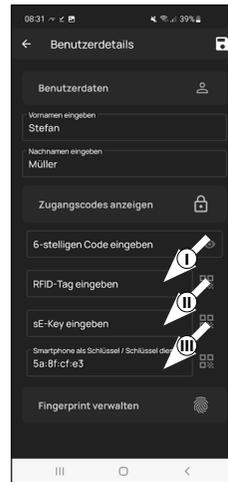

Fig. 4
- 6 À ce stade, vous pouvez enregistrer une télécommande *ENTRY se-Key 7713* (disponible en option) (II) (Fig. 4). Vous trouverez des remarques relatives à la configuration dans la notice de la télécommande.
- ! **Remarque :** Le profil d'utilisateur de l'administrateur a déjà été créé automatiquement en ouvrant la serrure par smartphone (III) (Fig. 4). Pour des utilisateurs complémentaires, vous pouvez enregistrer dans ce champ un autre smartphone en tant que clé électronique. Vous trouverez des instructions à ce sujet dans la notice principale, sur notre site web (voir lien sur la page de couverture).